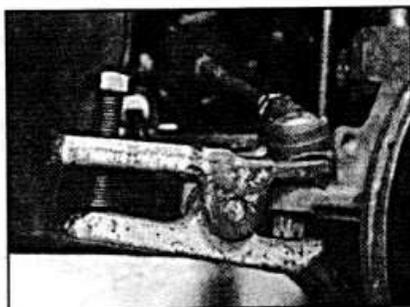

Рис. 10.59. Извлечение шарового шарнира рулевой тяги из поворотного кулака с использованием специального съемника.
- Извлеките штифт фиксации стопорной гайки шарового шарнира. Если необходима замена наконечника с шаровым шарниром, полностью отвинтите стопорную гайку крепления шарового шарнира к поворотному кулаку. Для извлечения шарового шарнира наконечника рулевой тяги поворотного кулака используйте специальный съемник шаровых шарниров. При снятии шарового шарнира соблюдайте осторожность, чтобы не повредить резиновый пылезащитный чехол (см. рис. 10.59).